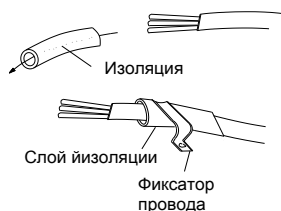

Рис. 4.38
- 4). Разместите терминал на клемме и затяните винт клеммы при помощи отвертки. (Рис. 4.38)
После прокладки электрических кабелей и проводки к клеммной колодке, закрепите ее с помощью фиксатора проводки. (Рис. 4.38)